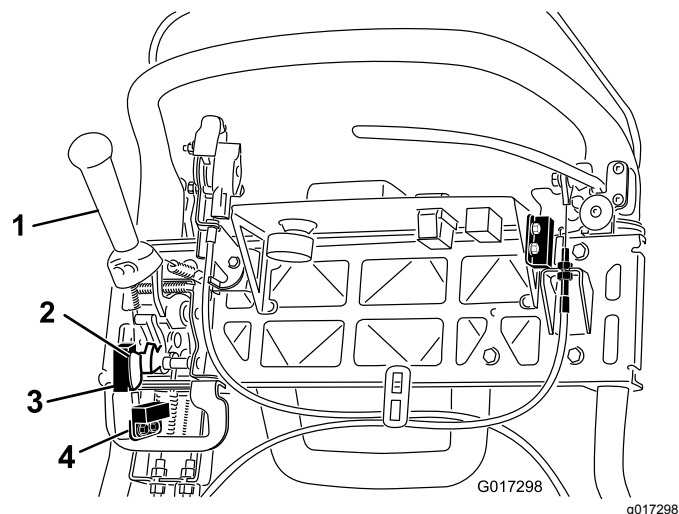

Figura 42
4. Afloje las fijaciones de montaje del interruptor de seguridad (Figura 42).
5. Coloque un suplemento de 1,6 mm de grosor entre la palanca de tracción y el interruptor de seguridad (Figura 42).
4. Afloje las fijaciones del sensor de siega (Figura 42).
5. Coloque un suplemento de 1,6 mm de grosor entre la bandera del sensor de siega y el sensor de siega (Figura 42).